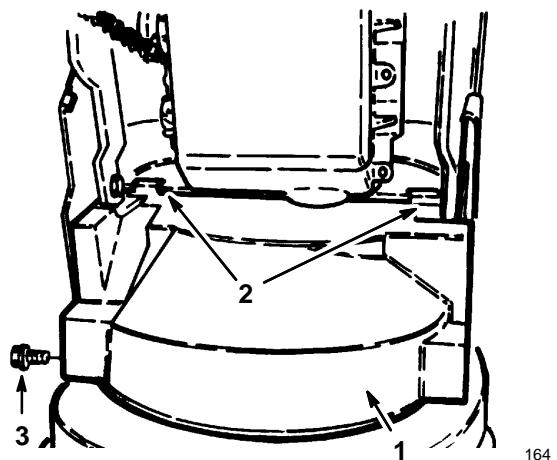

Figure 3
- Montez le carter de courroie inférieur au dessous du carter de tarière/roue hélice et au châssis moteur à l'aide de 2 boulons à embase de 13 mm (1/2") (Fig. 3). Accrochez les pattes de montage du carter de courroie derrière la traverse du châssis.